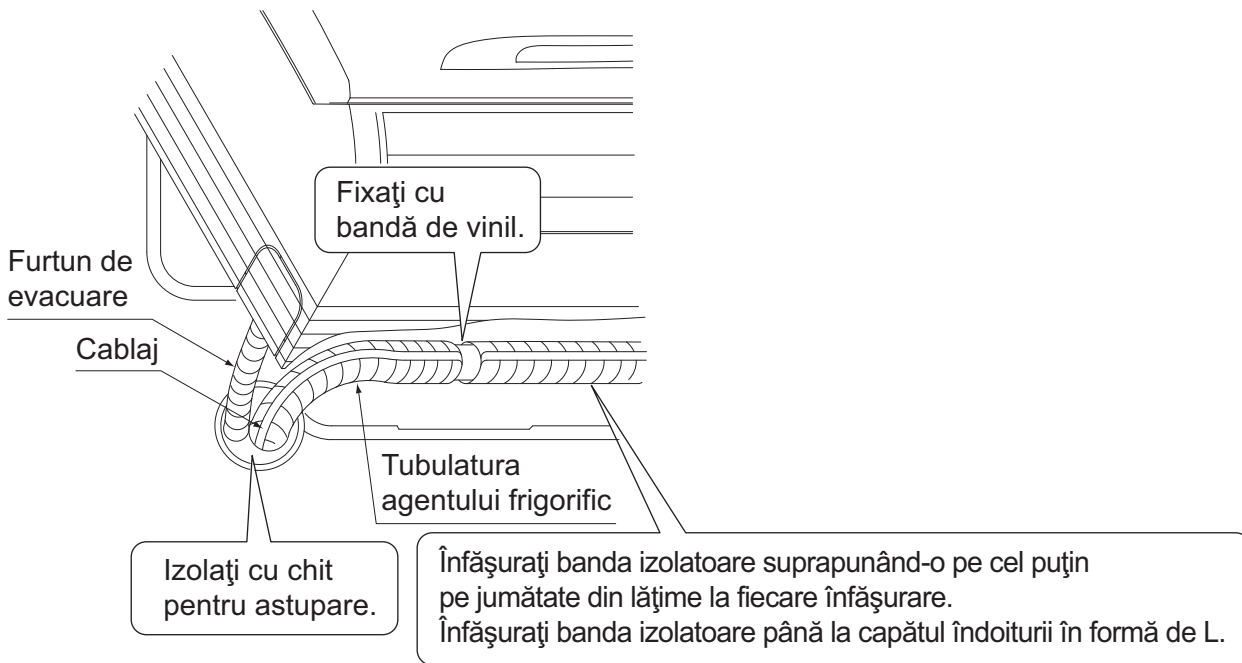

Fig. 12
(5) Treceți cablajul unității, cablajul de împământare și cablajul telecomenzii prin ghidajul cablajului, din spate spre partea din față a unității interioare.
(6) Racordați tubulatura. (Consultați "6. INSTALAREA TUBULATURII AGENTULUI FRIGORIFIC" și fig. 12)